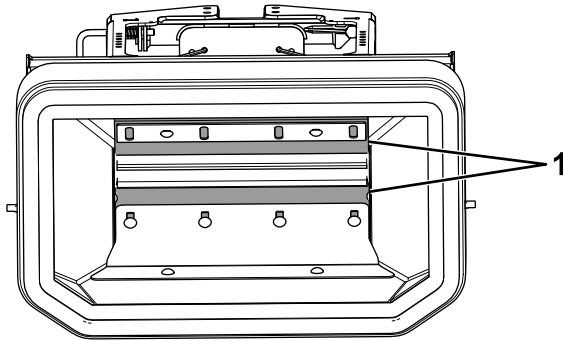

Figura 30
3. Afloje los pernos que sujetan las guías de goma y deslícelas hacia abajo hasta que sobresalgan al menos 32 mm (1¼") de la guía de la placa de metal (Figura 30).